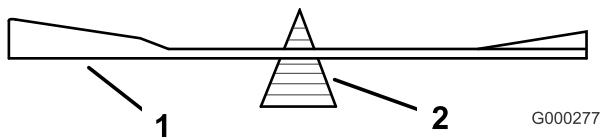

Figure 78
2. Vérifiez l'équilibre de la lame en la plaçant sur un équilibrEUR (Figure 78). Si la lame reste horizontale, elle est équilibrée et peut être utilisée. Si la lame est déséquilibrée, limez un peu l'extrémité de la partie